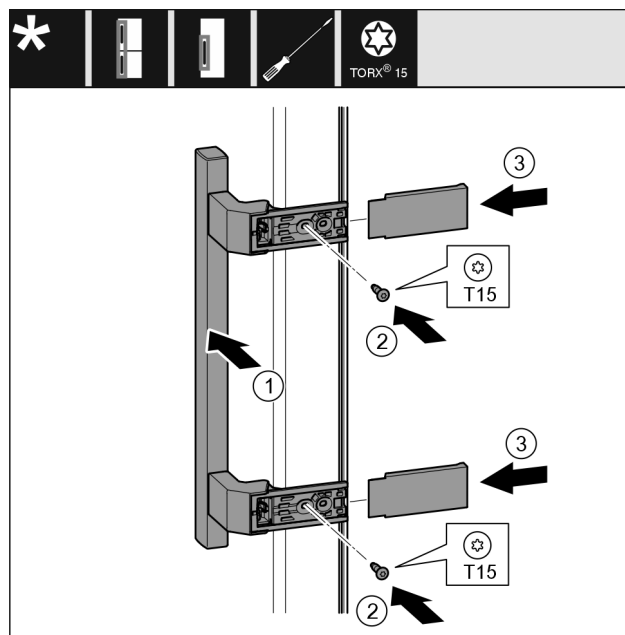

Fig. 28
- Postavite ručku Fig. 28 (1) na suprotnu stranu.
- Odvijačem pritegnite vijke Fig. 28 (2).
- Postavite poklopce Fig. 28 (3) bočno i natakните ih.